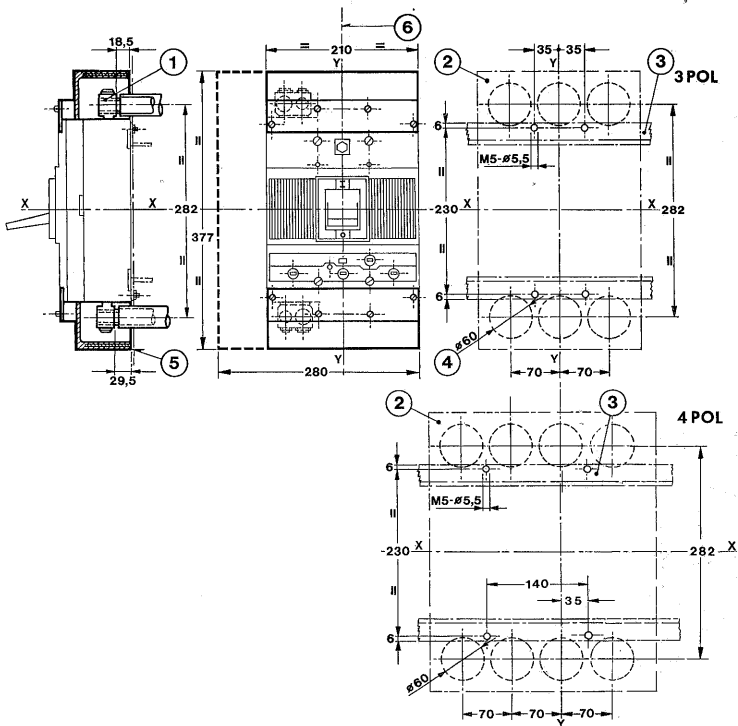

Fig. 3
4.2.2.2. Interruttore fisso con attacchi posteriori per cavi (fig. 3)